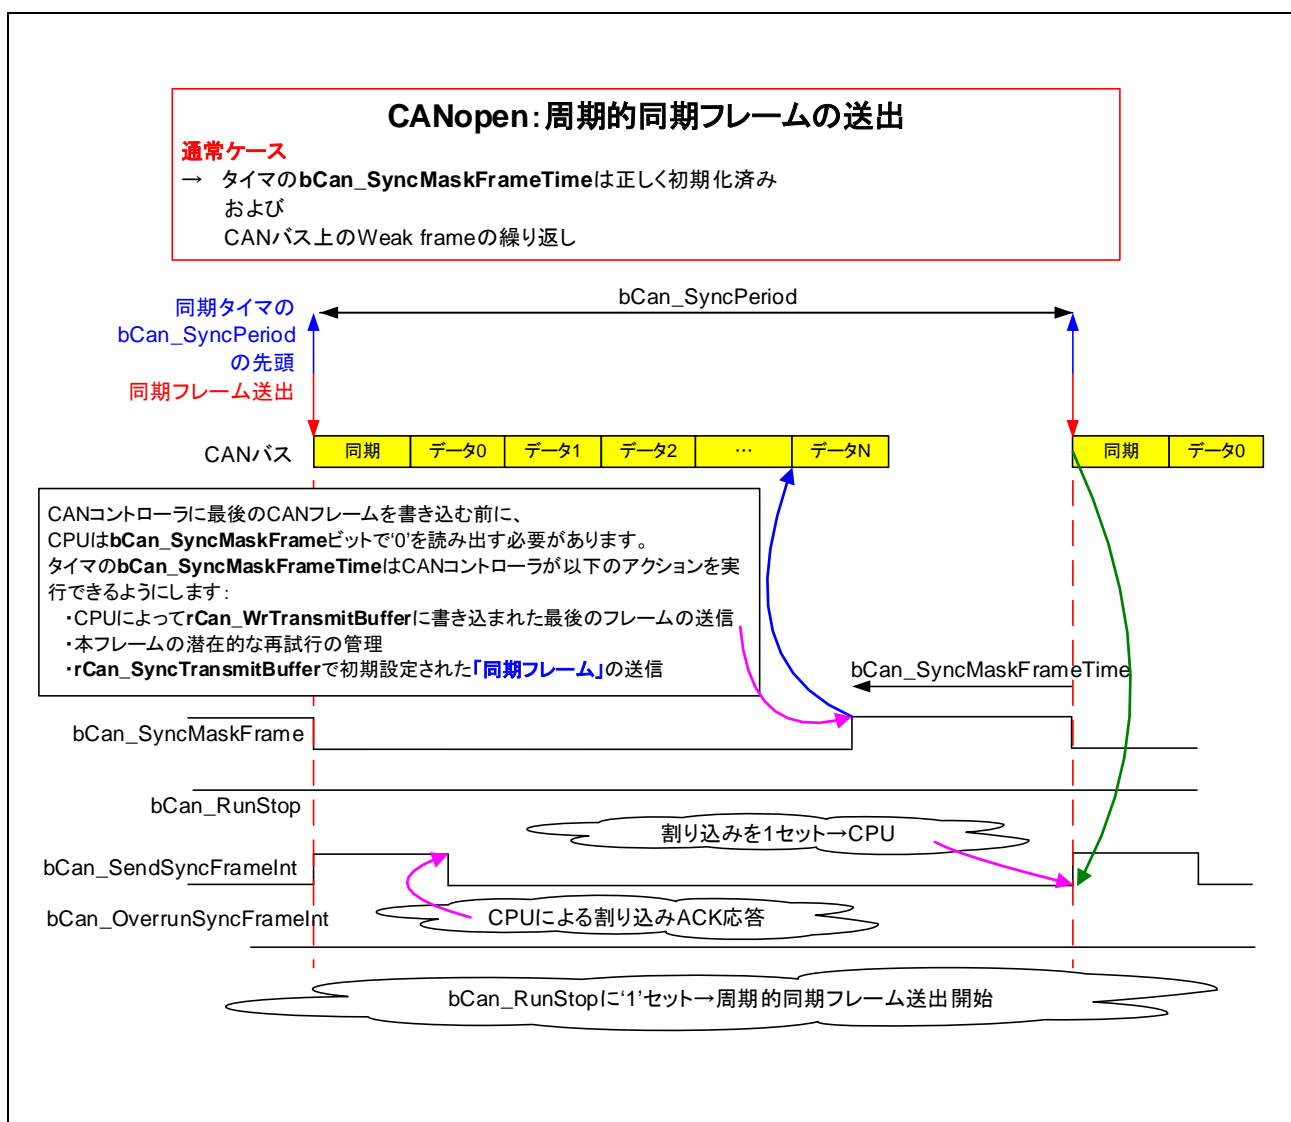

図 6.4 CANopen : 周期的同期フレームの送付
- 「図 6.4 CANopen：周期的同期フレームの送出」を参照してください。